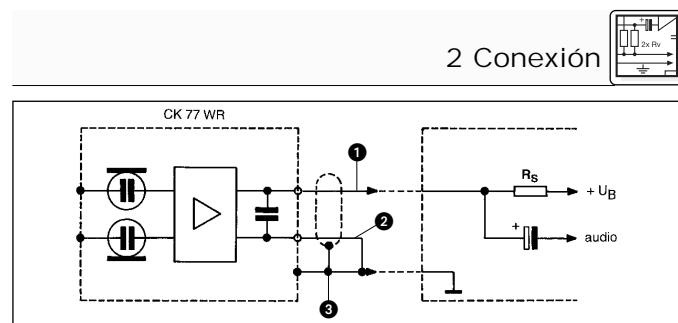

Fig. 2: Diagrama de circuitos del CK 77 WR
- Ver Fig. 2. 2. Determine qué tipo de conector necesita y suelde el mismo al cable del micrófono.